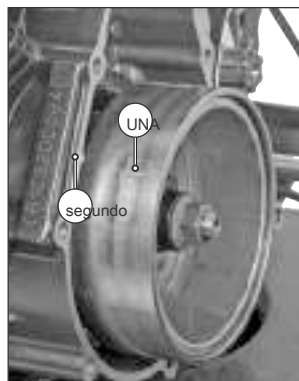

Fig. 3.193A
Girar conjunto de rotor y que coincida con el TDC marca (A) en el conjunto de rotor y la marca (B) en LH conjunto de cárter. (Fig. 3.193A)